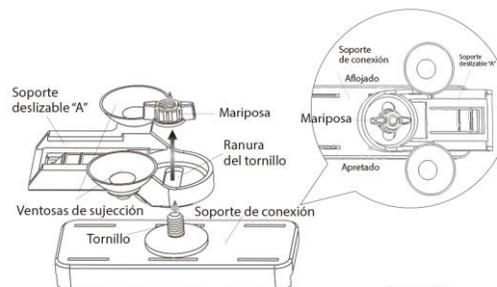

Figura 14
- Para instalar este sistema comience por insertar el soporte corredizo en las ranuras situadas a los flancos de la pieza soporte del espumador. Recuerde insertar esta pieza desde el extremo inferior hasta el tope superior. Este soporte corredizo posee un tornillo para que usted fije el soporte deslizante "A" de la percha con sus dos ventosas mediante una tuerca tipo "palomilla". (Observe la figura 14)